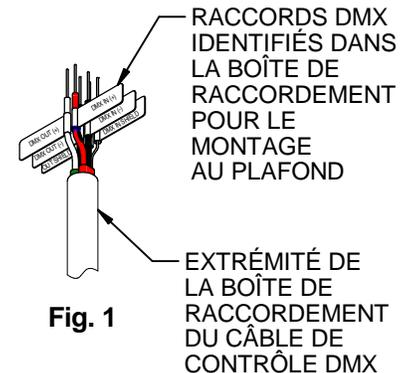

Fig. 1
1. **At the ceiling mount junction box** – after installing the power wiring and DMX control cable in the ceiling mount channel or the pendant mount/stem, make the power connections in the mounting junction box per the product installation instructions. Make the DMX control connections (**Fig. 1**) by connecting the twisted pair and shield labeled “DMX IN” to the incoming DMX control wiring, and connecting the twisted pair and shield labeled “DMX OUT” to either the outgoing DMX wiring to the next fixture in the daisy-chain, or a 120 Ohm terminating resistor (by others) if wiring the last fixture in the daisy-chain. Make sure there are no exposed or uninsulated wires and connections, and place the wiring and connections in the mounting junction box. Using an appropriate wiring separator, keep the control wiring separate from the power wiring in the ceiling mount junction box.
1. The DMX control cable and power wiring come preinstalled in the MC10LED wall mount fixture. Install the fixture and connect the power wiring as instructed by the MC10LED product installation instructions. Make the DMX control connections (**Fig. 1**) by connecting the twisted pair and shield labeled “DMX IN” to the incoming DMX control wiring, and connecting the twisted pair and shield labeled “DMX OUT” to either the outgoing DMX wiring to the next fixture in the daisy-chain, or a 120 Ohm terminating resistor (by others) if wiring the last fixture in the daisy-chain. Make sure there are no exposed or uninsulated wires and connections, and place the wiring and connections in the wall mounting junction box. Using an appropriate wiring separator, keep the control wiring separate from the power wiring in the wall mount junction box.
1. **À la boîte de raccordement du plafond :** après le passage des fils électriques et du câble de contrôle DMX dans le canal de montage au plafond ou dans la tige de suspension, effectuez le raccordement électrique dans la boîte de raccordement du montage, conformément aux consignes d'installation du produit. Effectuez les connexions de contrôle DMX (**Fig. 1**) en raccordant le câble à paires torsadées blindées « DMX IN » au câblage de contrôle DMX d'arrivée, et en raccordant le câble à paires torsadées et blindées « DMX OUT » au câblage DMX de sortie allant vers le luminaire suivant de la série ou à une terminaison de 120 ohm (non fournie) s'il s'agit du dernier luminaire de la série. Assurez-vous qu'aucun fil ni connecteur n'est exposé ou non isolé, puis effectuez le câblage et le raccordement dans la boîte de raccordement du montage. Dans la boîte de raccordement de montage au plafond, séparez le fil de contrôle du fil d'alimentation électrique dans la boîte à l'aide d'un séparateur de fils approprié.
1. Le câble de contrôle DMX et les fils d'alimentation électrique sont préinstallés sur le luminaire MC10LED à montage mural. Installez le luminaire et effectuez le raccordement électrique conformément aux consignes d'installation de produit du MC10LED. Effectuez les connexions de contrôle DMX (**Fig. 1**) en raccordant le câble à paires torsadées blindées « DMX IN » au câblage de contrôle DMX d'arrivée, et en raccordant le câble à paires torsadées et blindées « DMX OUT » au câblage DMX de sortie allant vers le luminaire suivant de la série ou à une terminaison de 120 ohm (non fournie) s'il s'agit du dernier luminaire de la série. Assurez-vous qu'aucun fil ni connecteur n'est exposé ou non isolé, puis effectuez le câblage et le raccordement dans la boîte de raccordement du montage. Dans la boîte de raccordement de montage mural, séparez le fil de contrôle du fil d'alimentation électrique dans la boîte à l'aide d'un séparateur de fils approprié.